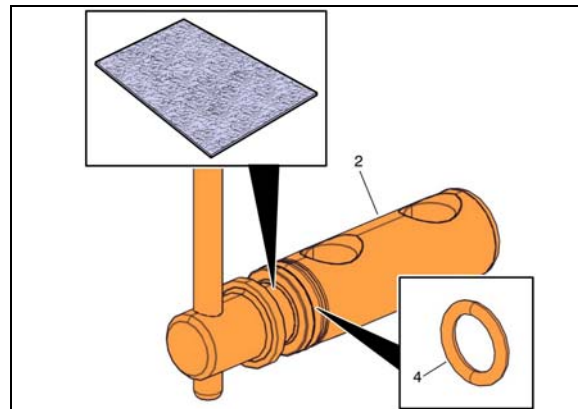

FIGURE 8: INSPECTER LE JOINT TORIQUE (4) ET LE CYLINDRE (2)
8. En utilisant un tampon de nettoyage abrasif, enlever tout débris et traces de corrosion sur le cylindre et dans le logement du cylindre (FIGURE 8).
*Remarque : Inspectez le joint torique (4) du cylindre (2) afin de déceler s'il a été endommagé*